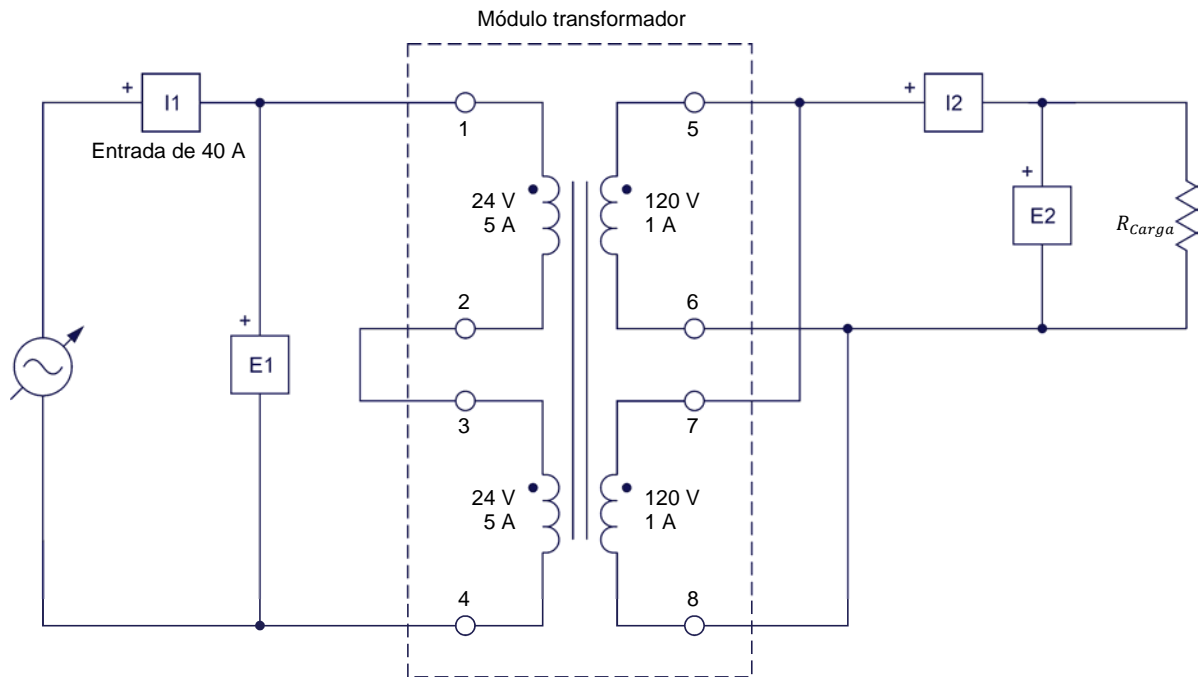

Figura 34. Transformador elevador conectado a una carga resistiva.
24. Conecte el equipo como se muestra en la figura 34.
38. Utilizando dos módulos **Carga resistiva**, modifique la carga resistiva del circuito de la figura 34 de modo que cuente con dos resistores en serie. Esto duplica la tensión que se puede aplicar a la carga resistiva, así como la potencia que dicha carga puede disipar. Para hacer lo anterior, conecte las tres secciones de resistores de cada **Carga resistiva** en paralelo, conecte los dos módulos **Carga resistiva** en serie y luego fije la resistencia de cada **Carga resistiva** en 60 Ω . De esta manera, la resistencia total de la carga resistiva R_{Carga} resulta igual a 120 Ω .